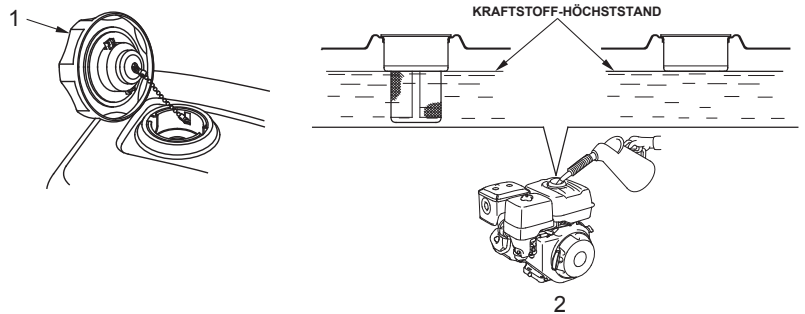

Bild 9
- Prüfen Sie den Kraftstofftank vor dem Start des Motors auf Undichtigkeiten und darauf, dass der Tankdeckel (Abb. 1 Bild 9) fest verschlossen ist. Verwenden Sie nur hochwertigen bleifreien Kraftstoff.
- Füllen Sie nicht zu viel Kraftstoff ein (Abb. 2 Bild 9), er könnte überlaufen.